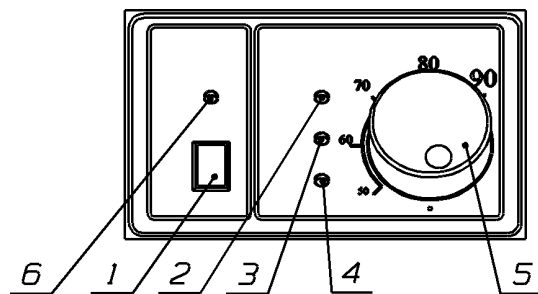

Рис.3. Блока управления автоматики САБК-Э
6.7 На лицевой стороне котла расположен блок управления (4), на котором размещены переключатель, ручка задания температуры теплоносителя и индикация о работе автоматики (рис.3).
- проверить тягу, поднесением бумажной полоски к смотровому окну (18) на фронтальной панели ГГУ;
- включить выключатель 1 на термине (см. рис.3), газозвдушная смесь на запальной горелке должна гореть (**ВНИМАНИЕ!** В газопроводе перед первым пуском котла может скопиться воздух, поэтому газозвдушная смесь на запальной горелке может не поджечься с первого раза. Автоматика прекратит розжиг и на индикаторе «ГОРЕЛКА/ОШИБКА» будет выдаваться мигающий сигнал «Нет пламени». Необходимо произвести несколько повторных запусков автоматики (это не является браковочным признаком).);
- повернуть ручку задания температуры теплоносителя на термине (см.рис.3) 5 на отметку необходимой температуры теплоносителя. Газозвдушная смесь на основных горелках должна воспламениться с задержкой в 15 сек.